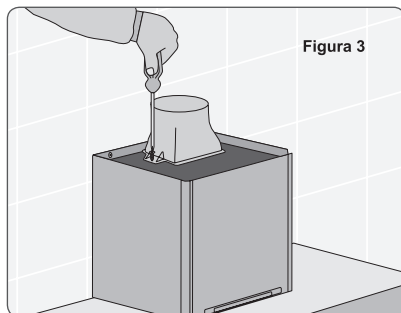
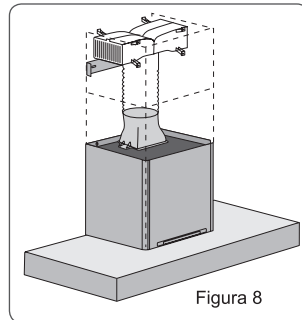

Figura 3
Figura 8
- 4 Fixe o suporte do duto na parte superior do corpo da Coifa (figura 3).
- 2 Fixe o duto ($d=120\text{mm}$ - não fornecido), sobre o suporte fixado no passo 4 do modo exaustão (figura 3) e na outra ponta do duto fixe o recirculador T. Note que, neste caso, a saída lateral de ar da chaminé deverá estar alinhada com o recirculador T, para que a fumaça saia para fora da chaminé, conforme figura 8.